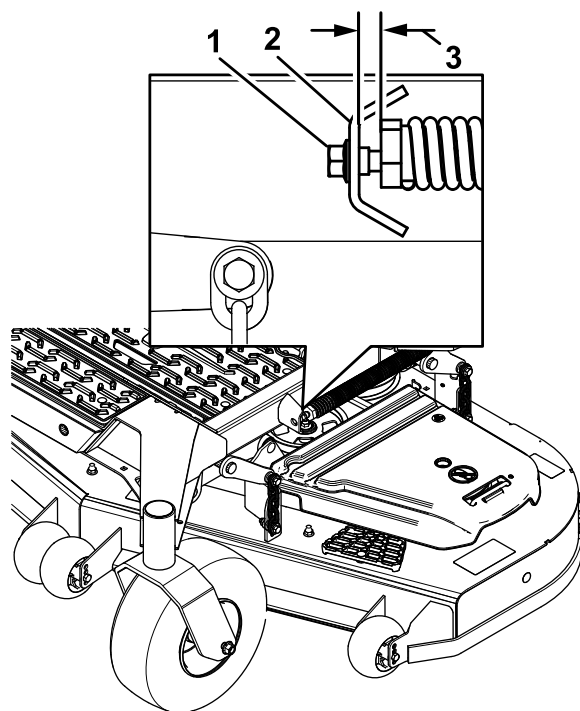

Рисунок 83
10. Медленно ослабьте регулировочный винт на пружине облегчения подъема так, чтобы появилась возможность снять этот винт (**Рисунок 83**).